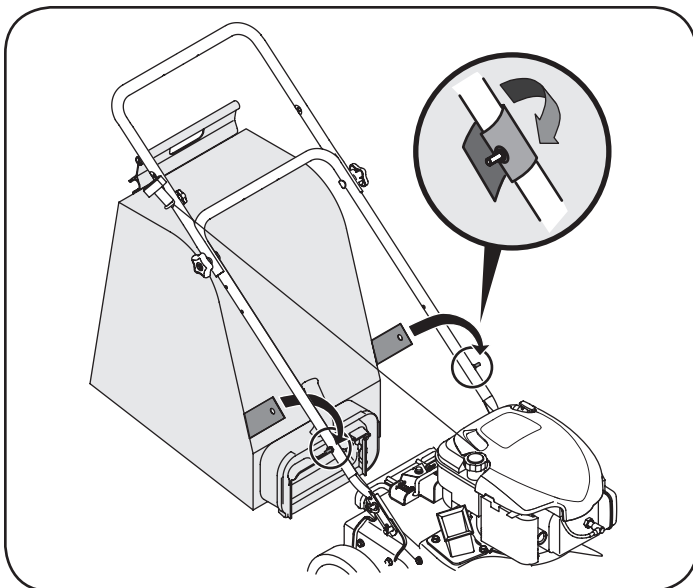

Figura 6
4. Coloque las tiras inferiores de la bolsa por encima de la parte superior de la manija inferior, enganchándolas en los pernos. Vea la figura 6.